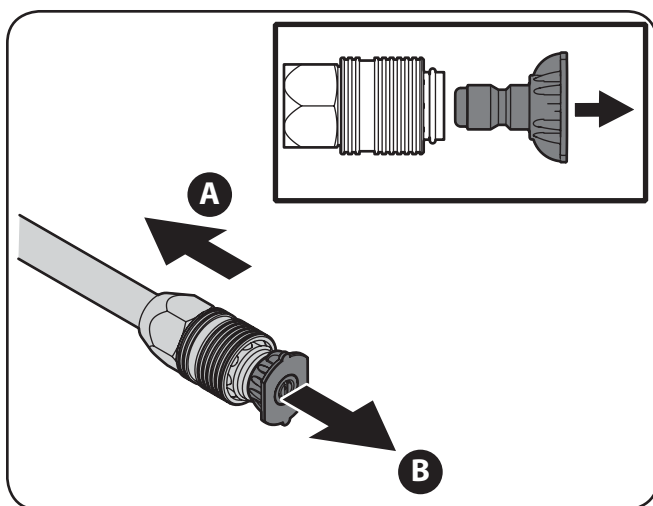

Figura 3-8
- Para extraer la boquilla de rociado, sólo debe tirar del collarín del gatillo rociador (A en la Figura 3-8).